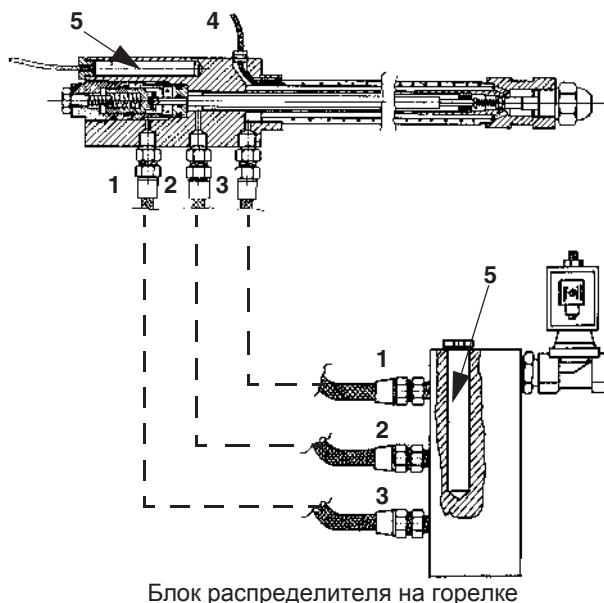

Рис. 28
- Открутить мазутные соединительные детали Е, которые крепят мазутные шланги к фурме, и снять полностью весь узел, как показано на Рис. 28.